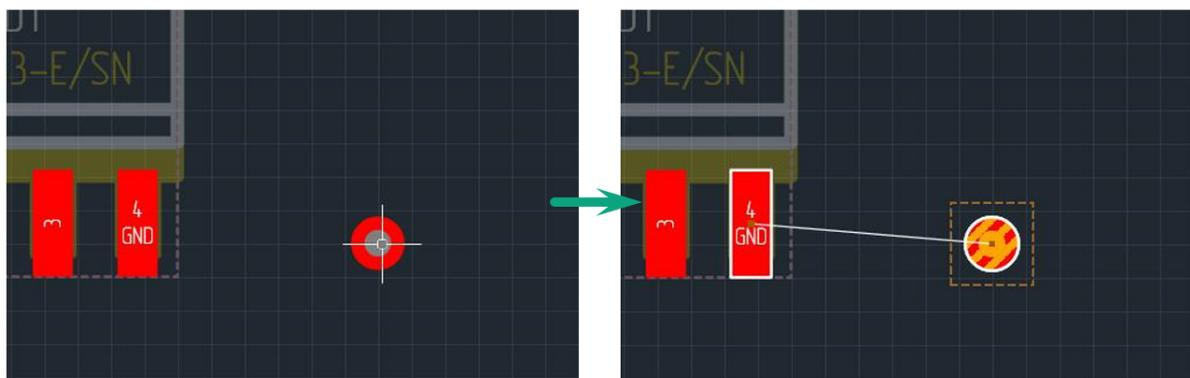

Рис. 181 Переходное отверстие размещено
3. Переведите курсор в нужную точку рабочей области редактора и нажмите левую кнопку мыши. Переходное отверстие будет размещено в указанной точке, см. Рис. 181.